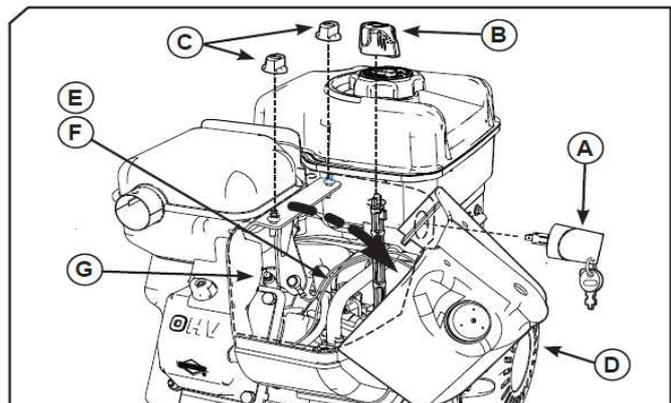

Figure 9
- 1、ON/OFFキー (Fig9 : A) をOFF位置にしてください。装備されている場合はPush/Pullキーを取り外してください。
- 2、チョークコントロールノブ (B) を引っ張って抜いてください。
- 3、スノーフードのノブ (C) もしくは固定スクリューを取り外してください。
- 4、スノーフード (D) を前方へ傾けてベースから浮かせてください。この時にプライマーホース (E) を外さないで下さい。またはキースイッチハーネス (F) を外さないで下さい。
- 5、点火プラグワイヤーを取り外してから点火プラグ (G) を取り外し清掃もしくは交換を行ってください。「仕様」項を参照してください。